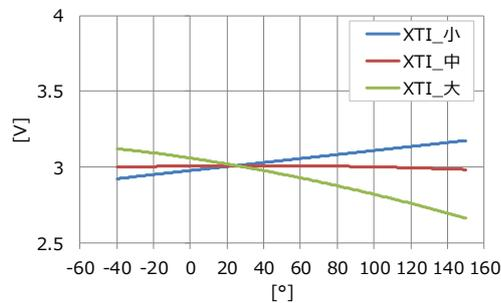

图 12. LED 的特性例
**XTI** 代表 **IS** 的温度系数。可以对结点温度导致的 **IS** 变化量进行调整。如图 12 所示，**XTI** 越大温度特性的倾斜越小（右侧下倾）。日亚的 SPICE 模型是以 25°C 为基准温度设定，所以是 LED 的特性曲线也是以 25°C 为基点。另外基点的电压值是由 **IS**、**N**、**RS**、**IKF** 决定。